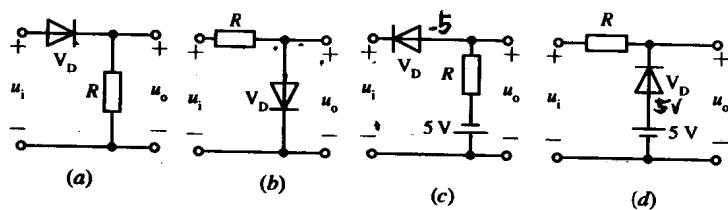

图 1-5 题 14 图
14. 二极管电路如图 1-5 所示, 已知输入电压  $u_i=30 \sin \omega t (\text{V})$ ; 二极管的正向压降